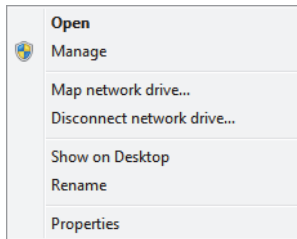

Figura 7-24 Menú contextual para el ícono Computer (Windows 7)
1. En el escritorio de su PC con el sistema operativo Windows 7 (o en el menú **Start**), haga doble clic en el ícono **Computer** (PC).
2. En el menú contextual, haga clic en **Manage** (Administrar). Véase la Figura 7-24 en la página 235.